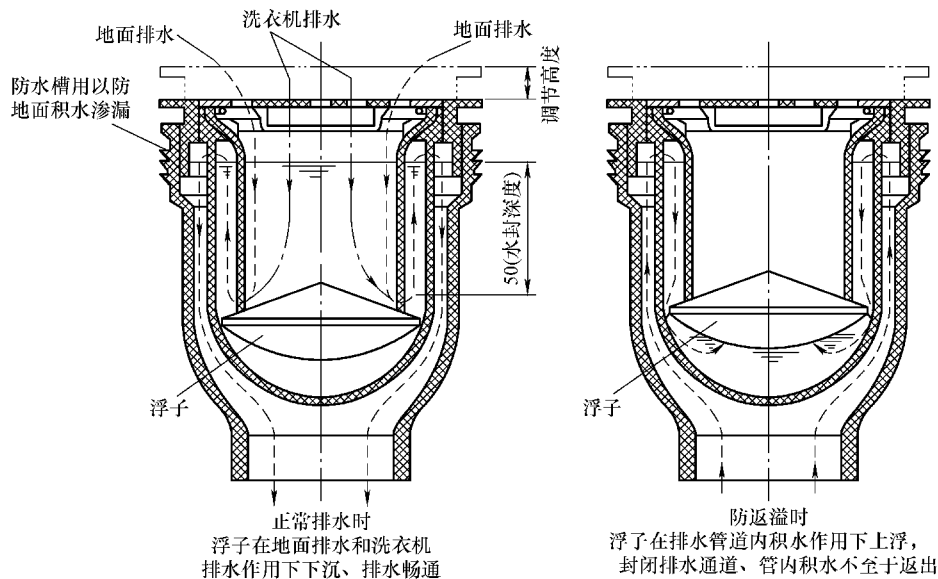

图 2-45 防返溢地漏工作原理
1) 防返溢地漏。地漏是室内排水系统排水口位置最低处。当排水管堵塞时，污水（废水）往往从地漏处返溢而造成室内进水，因此，建筑上都要应用和推广防返溢地漏，见图 2-45。